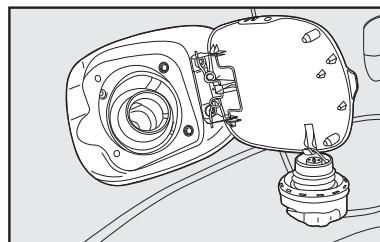

fig. 108
- após a retirada da tampa, encaixe-a no suporte existente na portinhola **fig. 108**.